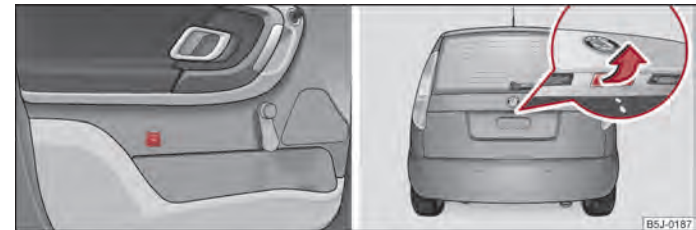

Fig. 15 Sbloccaggio del portellone bagagliaio / maniglia del portellone bagagliaio
- Nelle vetture senza chiusura centralizzata premere il pulsante sulla porta lato guida ⇒ fig. 15 - a sinistra per aprire il portellone posteriore in direzione della freccia ⇒ fig. 15 - a destra.
- Nelle vetture con chiusura centralizzata premere la maniglia sopra la targa e aprire il portellone posteriore in direzione della freccia ⇒ fig. 15 - a destra.